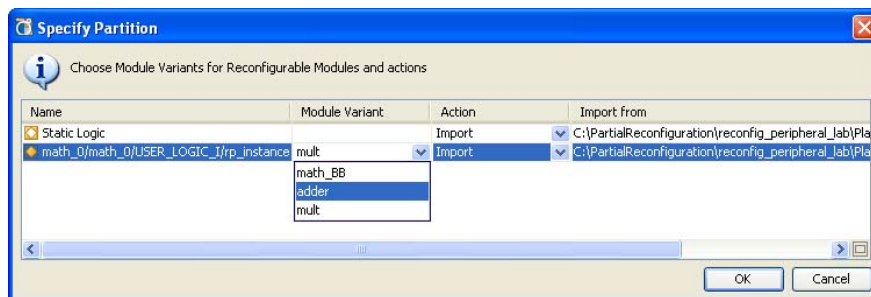

図 28 : adder の [Module Variant] の選択
- 9-1-7. rp\_instance の [Module Variant] 列のドロップダウン ボタンをクリックし、**adder** を選択します (図 28)。